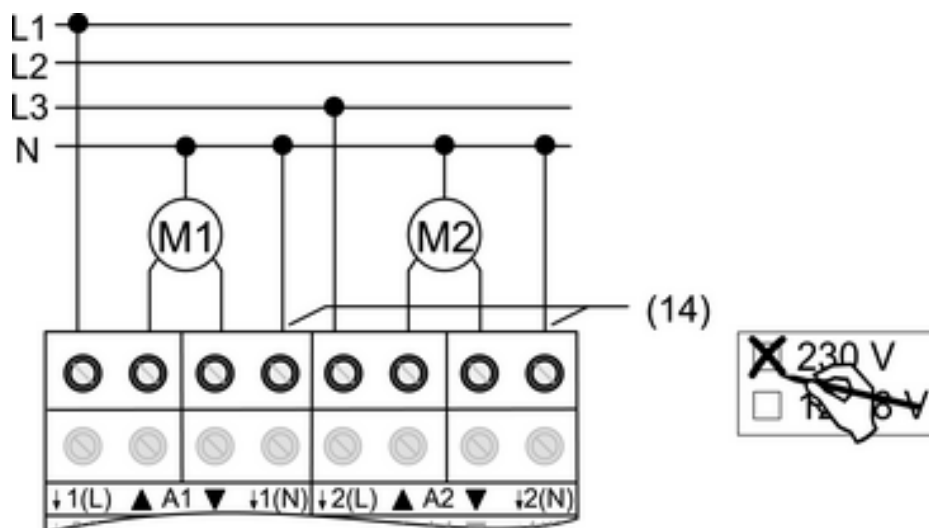

Рисунок 7
- Подключить двигатель (рисунок 7).
- К клеммам нулевых проводов (14) подключить нулевые провода соответствующего двигателя (рисунок 7). Обратить внимание на проводку с защитой от тока утечки.
- Указать применение **230 V** на этикетке (рисунок 7).